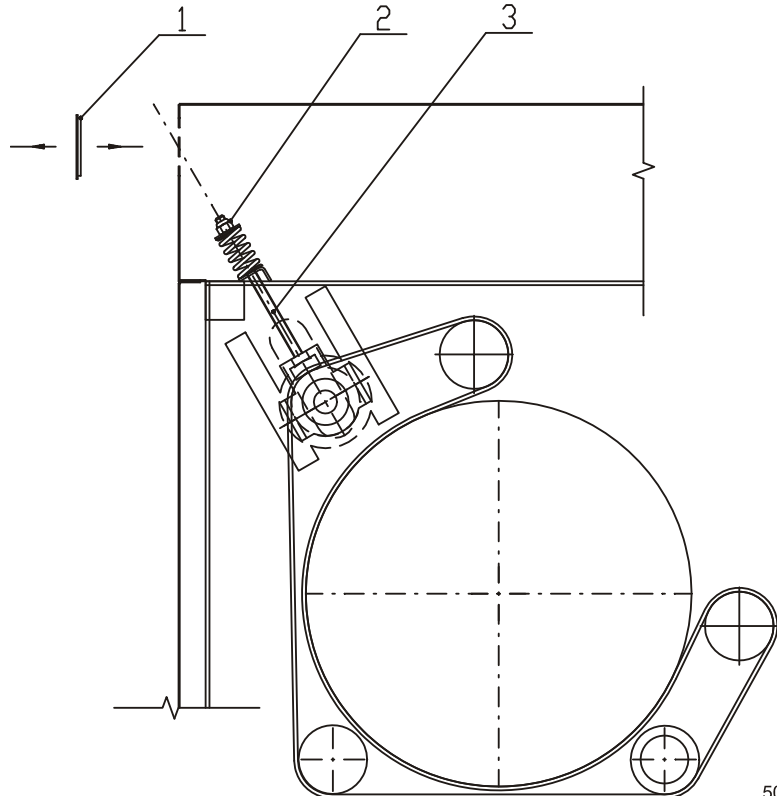

Fig. 5.2.14.A
2. Registrare la tensione tramite i dadi fig. 5.2.14.A, pos. 2 e dadi dei cuscinetti del rullo dentro dei supporti della macchina oppure tramite i fori, che si trovano nei coperchi laterali superiori.